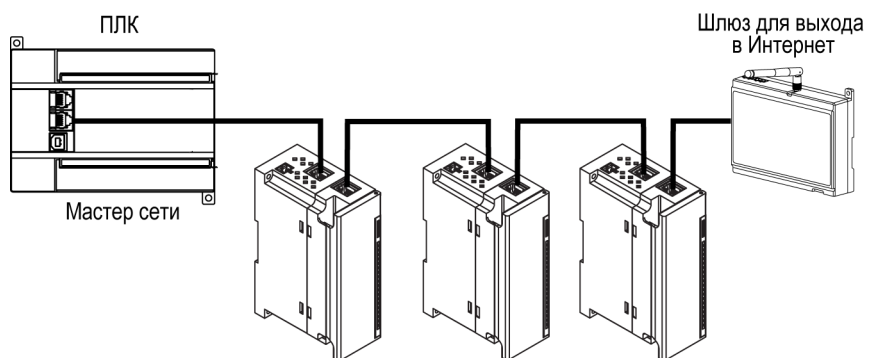

Рисунок 5.11 – Подключение по схеме «Цепочка»
- «Цепочка»/«Daisy-chain» (рисунок 5.11).